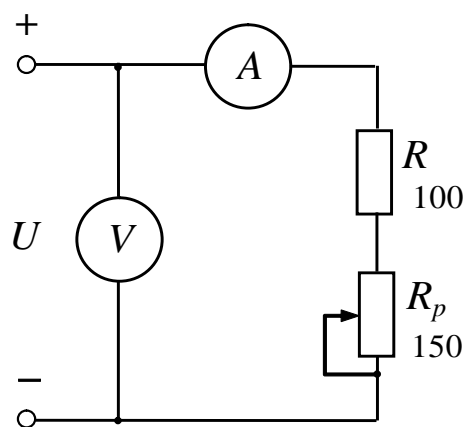

Рис. 5
2. Собрать схему (рис. 5). Предварительно выбрать амперметр с необходимым пределом измерения, полагая напряжение  $U=70$  В.
5. Для схемы (рис. 5) при рассчитанных параметрах источника определить сопротивление резистора  $R_p$  и ток в цепи, при котором напряжение на нем равно  $U_{R_p} = 20 \text{В}$ .